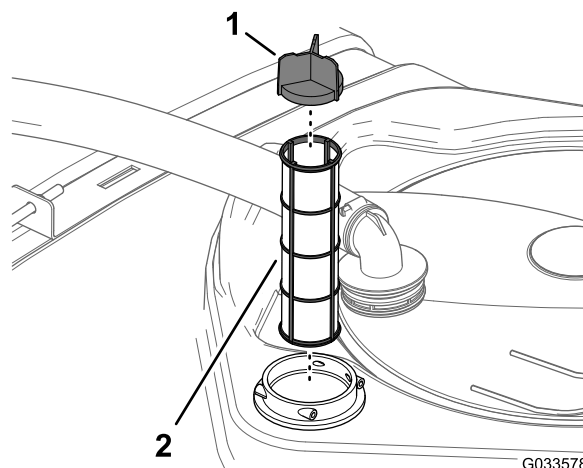

Figura 95
4. Retire o filtro de rede da sucção da estrutura do filtro no depósito (Figura 95).